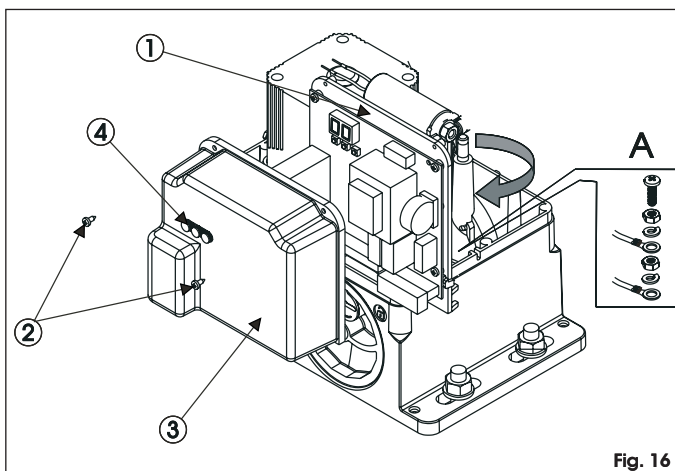

Fig. 16
Sluit de aardkabel aan zoals op Fig. 16 ref. A.
Bij motorvertragingen de elektronische bedieningsapparatuur bevestigd aan een verstelbare steun (Fig. 16, ref. 1) met transparant deksel (Fig. 16, ref. 3). Op het deksel zitten de programmeerknoppen van de kaart (Fig. 16, ref. 4), zodat de kaart kan worden geprogrammeerd zonder dat het deksel hoeft te worden verwijderd.